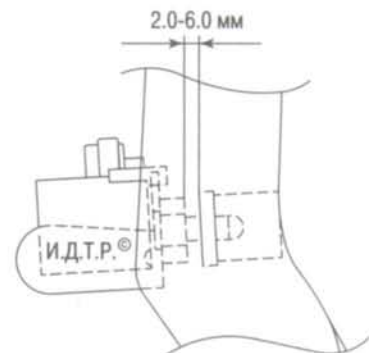

Рис. 6.6. Регулировка зазора выключателя круиз-контроля
10. Отрегулируйте зазор выключателя круиз-контроля (рис. 6.6). Зазор между упорной площадкой педали сцепления и торцом выключателя должен составлять 2–6 мм.